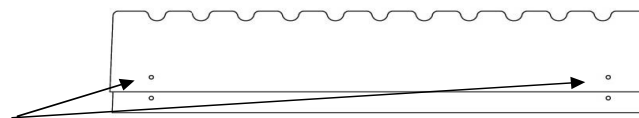

FIGURA 8
6. Aplique adhesivo alrededor del perímetro de la caja grande. Comprima las estructuras de la caja de soporte grande y pequeña de nuevo juntas hasta las marcas apropiadas hechas anteriormente en la caja pequeña. Coloque la estructura de soporte nuevamente en el canal e inserte el CleanCut Ultra-Low para verificar que se haya logrado la colocación adecuada. Asegure ambos lados de la estructura de soporte al colocar dos tornillos en cada lado (Figura 8).